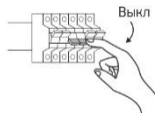

Рисунок 5 – Отключение автоматического выключателя.
- 5.2. Перед монтажом к существующей силовой группе 220 В отключите питание на щите путем отключения автоматического выключателя этой группы (Рисунок 5).